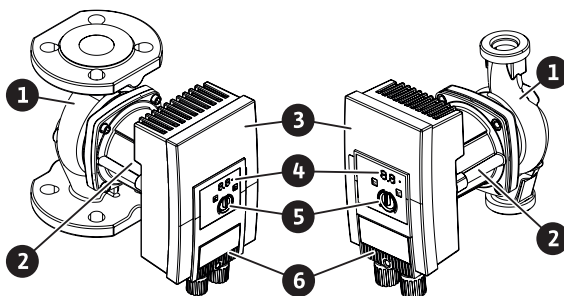

Fig. 1: Overzicht pomp
- Indien nodig hijswerktuig met voldoende draagvermogen gebruiken (Fig. 1).
Op het motorhuis bevindt zich een regelmodule (Fig. 1, pos. 3) die de pomp regelt en een SSM-interfaces klaarzet. Afhankelijk van de gekozen toepassing of regelfunctie wordt op toerental of verschildruk geregeld. Bij alle verschildrukregelingen past de pomp zich continu aan op het wisselende vermogen dat de installatie opneemt.